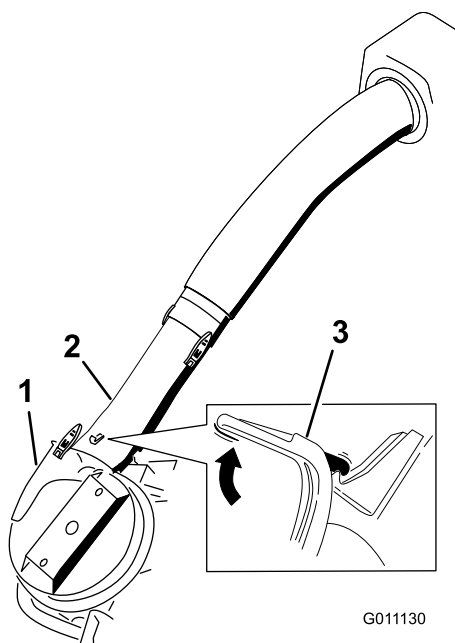

Figura 26
9. Deslice el tubo inferior sobre el conjunto del soplador y sujételos con los cierres (Figura 26).